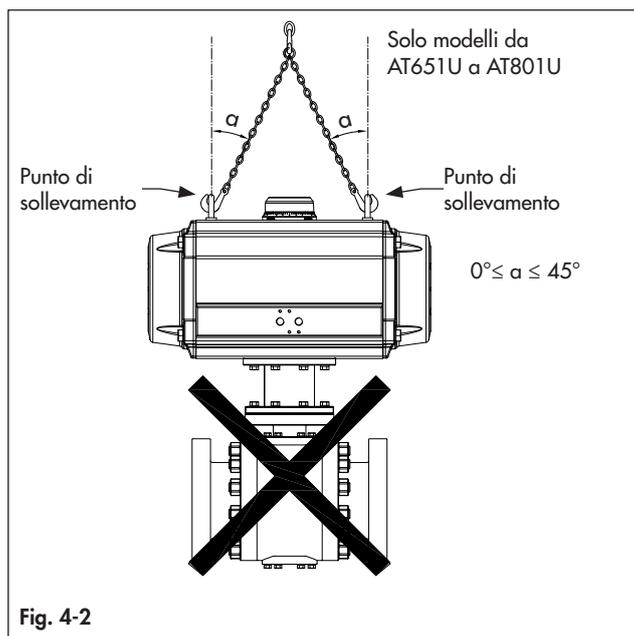

Fig. 4-2
- Per i modelli più grandi di AT651U sono disponibili due fori filettati per il sollevamento dell'attuatore tramite golfari o componenti simili, come mostrato nella Fig. 4-2. Non sollevare l'attuatore e il gruppo valvola da questi punti di sollevamento.